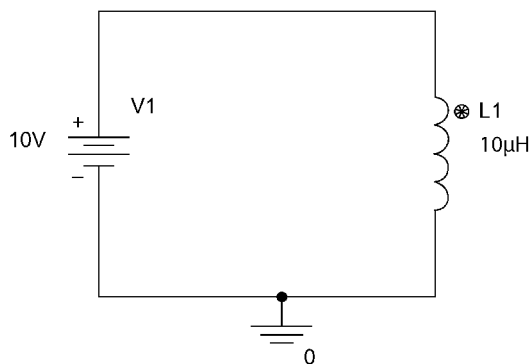

图 8.10 电感回路
1. 首先绘制如图 8.10 所示的仿真电路图，然后通过菜单 **PSpice > New Simulation Profile** 创建偏置点仿真文件。